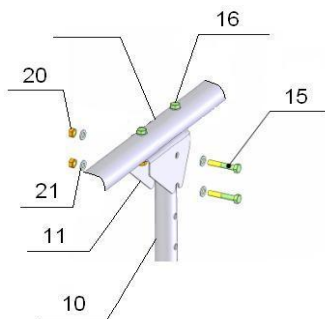

Рисунок 4
3.8. Собрать телескопические стойки (см. рис.4):